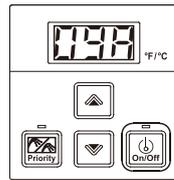

Fig. 3
5. Pulsar el botón "**On/Off**" del panel de control para modificar los valores de los parámetros (Fig. 3).